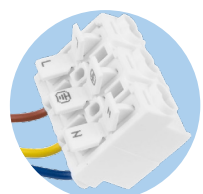

Abb. 7. Lüsterklemme der Umwälzpumpe.
3. Schließen Sie die Umwälzpumpe mit der werkseitigen Lüsterklemme an den Regler an (Abb. 7).